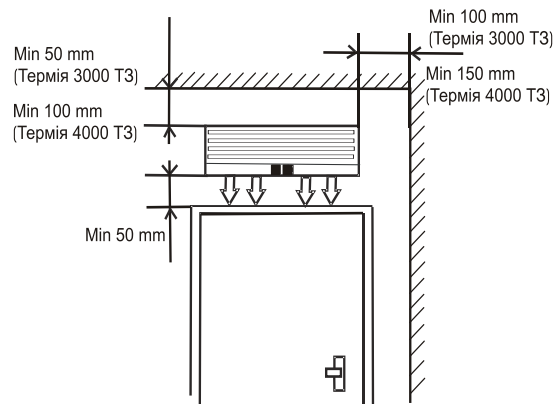

Рисунок 2 Приклад установки з урахування мінімальних відстаней.
- зменшувати зазначені мінімальні відстані від агрегату до найближчих оточуючих поверхонь (рисунок 2 даного керівництва).